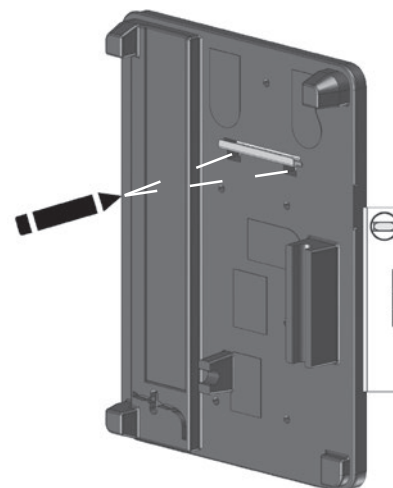

Abb. 4.3: Unterschale als Bohrschablone für Wandwinkel nutzen
5. Unterschale (U) mit Wandwinkel (W) lotrecht an Wand anhalten, um sie als Bohrschablone zu nutzen (Abb. 4.3)
6. Zwei Löcher für den Wandwinkel (W) anzeichnen, bohren und Dübel (mitgeliefert) einsetzen.